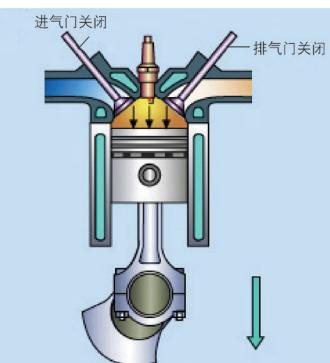

图 2-3 做功行程
③ 做功行程。当活塞位于压缩行程接近上止点(即点火提前角)位置时，火花塞产生电火花点燃混合气并迅速燃烧，这时进气门和排气门仍然保持关闭，混合气燃烧放出大量的热使气缸内的气体温度和压力急剧升高，从而推动活塞从上止点向下运动，通过连杆使曲轴旋转并输出机械能，如图2-3所示。